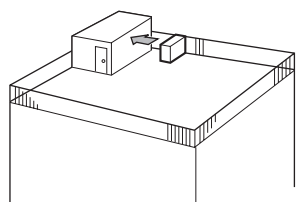

Fig. 2-3
- ① Positionner la sortie d'air vers le mur le plus proche et à environ 19-11/16 pouce (500 mm) de celui-ci. (Fig. 2-3)